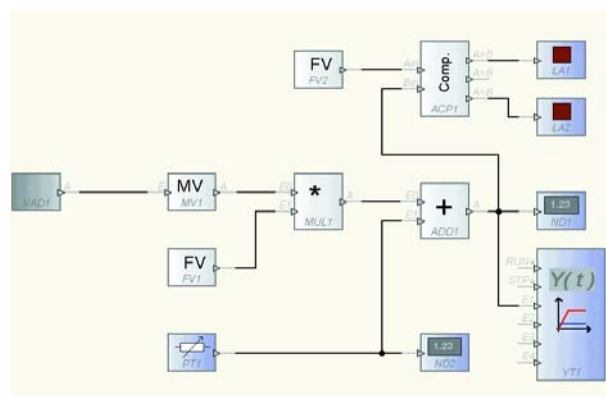

Figure 6. Structure du circuit dans l'exemple d'application.
- Il faut maintenant compléter le circuit dans Profilab-Expert conformément au cahier des charges (**figure 6**). La moyenne (MW1) du signal d'entrée numérisé par la carte est tout d'abord calculée pour stabiliser la valeur de mesure. Elle est ensuite mise à l'échelle en la multipliant par une constante (FW1) au moyen d'un multiplicateur (MULT1). Le signal mis à l'échelle passe ensuite par un additionneur qui permet d'effectuer le calibrage. Le potentiomètre PT1 ajoute à la valeur de mesure mise à l'échelle un décalage (*offset*) positif ou négatif permettant d'ajuster la tension de mesure. ND2 affiche la valeur du décalage sur le panneau frontal de l'application. Les paramètres d'ajustement du décalage et de son affichage peuvent être configurés grâce au dialogue des propriétés des éléments du panneau frontal. La valeur du signal à la sortie de l'additionneur (température mesurée  $\pm$  offset) est indiquée par l'afficheur numérique ND1 et enregistrée en fonction du temps par le traceur Y(t). Le signal de mesure est envoyé en même temps à un comparateur. Ce dernier commute 2 lampes de signalisation en fonction de la constante prédéfinie FW2, indiquant ainsi le dépassement vers le haut ou vers le bas du seuil de température. La valeur fixe FW2 représente donc le seuil de commutation désiré.